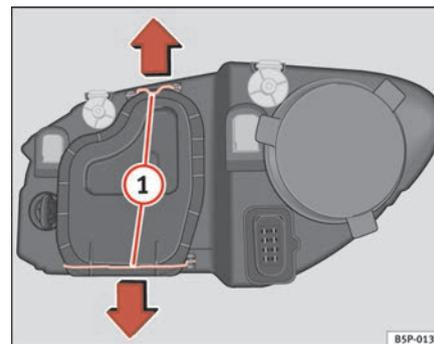

Fig. 179 Médios
- Desloque os tirantes ⇒ página 269, fig. 179 ① no sentido da seta e puxe a tampa.